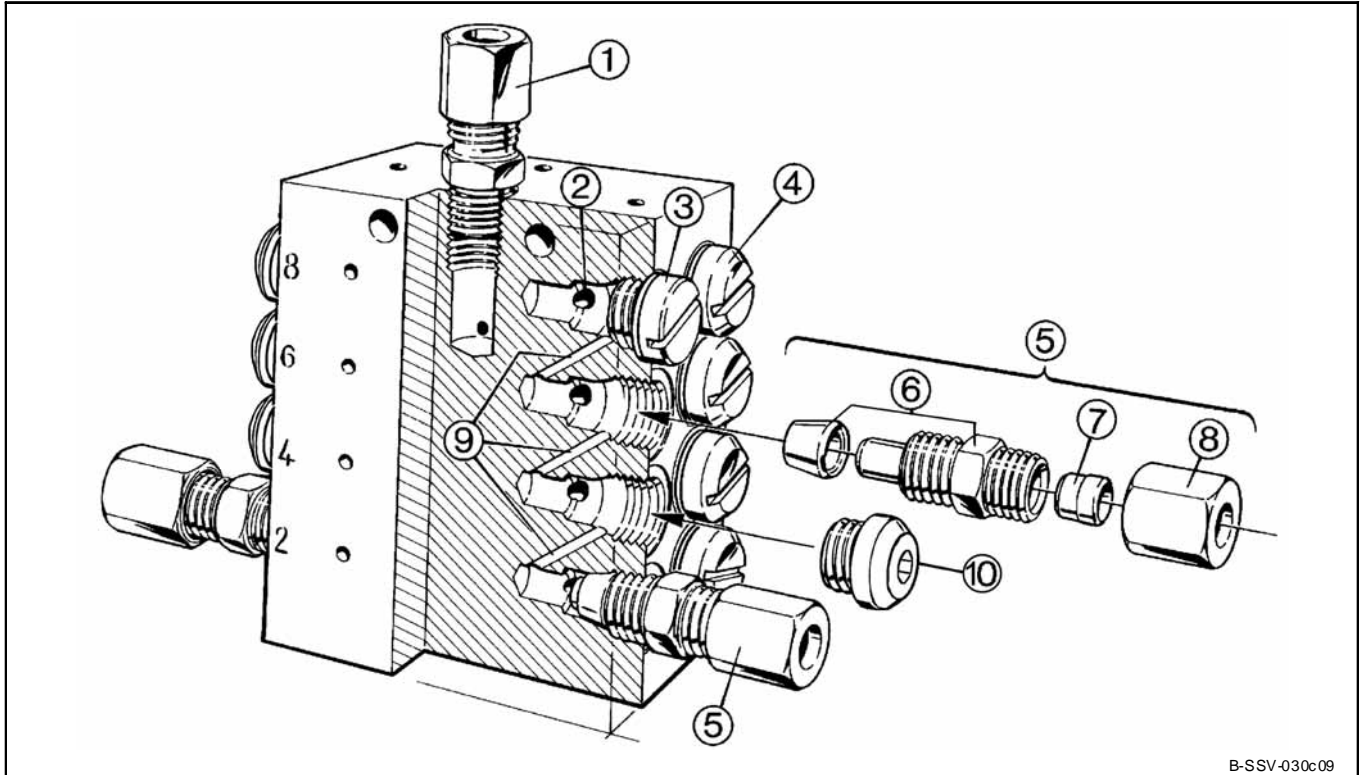

Fig. 26 Fissaggio di raccordi d'uscita e tappi a vite in base ai dosaggi
- In ciascuna uscita utilizzata, montare un raccordo d'uscita 5 completo (M 10 x 1), vedi fig. 26, 27 e 28.
Per l'installazione su macchine movimento terra o macchine agricole, è necessario l'impiego di condotte di lubrificazione flessibili per alte pressioni. In questi casi, anche i distributori secondari (vedi fig. 26) devono essere allestiti con valvole di non ritorno con pinza rinforzata (bordo liscio, vedi fig. 3).